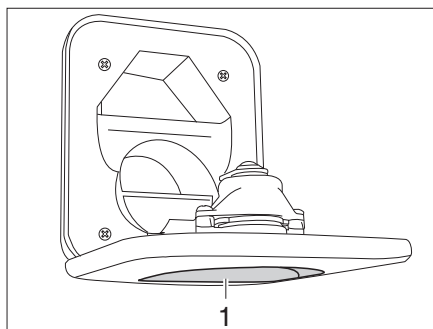

Fig. 227 Bec de remplissage d'eau fraîche pour les toilettes
- Ouvrir le bec de remplissage d'eau fraîche pour les toilettes (Fig. 227,1) au-dessus du portillon de la cassette Thetford et le faire pivoter vers le bas.